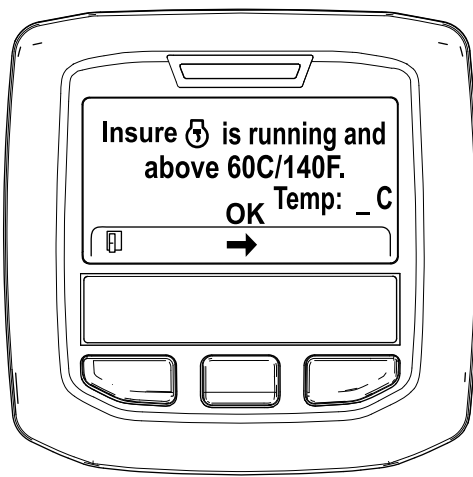

Bild 48
5. Wenn die Kühlmitteltemperatur unter 60°C liegt, wird die Meldung „Insure  is running and above 60C/140F“ angezeigt (Bild 48).